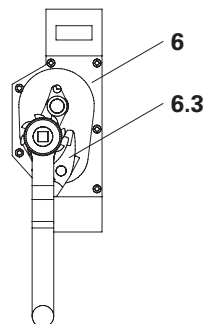

Fig. 31
- Buona scorrevolezza del telaio di sollevamento (1). Portare il telaio di sollevamento alla misura massima e minima.
- Controllare la scorrevolezza del verricello (6). In verricello non deve essere difficoltoso da azionare e non deve scivolare lungo la cremagliera.
- Controllare la funzione del nottolino di arresto (6.3) sul verricello (6). Il nottolino di arresto deve chiudersi automaticamente. (Fig. 31)